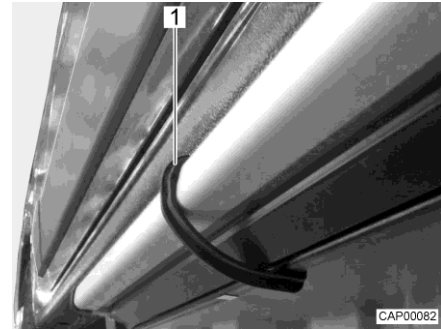

Fig. 3 Graffa di supporto (scalino di ingresso)
- Assicurare lo scalino di ingresso in modo che non possa scivolare fuori utilizzando le graffe di supporto (Fig. 3,1) fornite in dotazione.